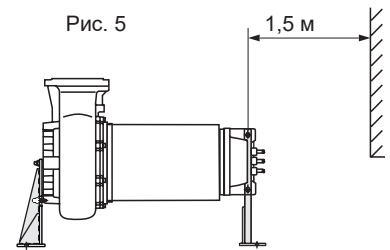

Рис. 5
- 2 - Электронасос установлен с горизонтальной осью ротора на специальных опорах и с напорным патрубком, направленным вверх (рис. 5). Установите насос в вертикальное положение. Снимите ручку и установите ее в другом положении. Поднимите насос и закрепите кронштейн на гидравлической стороне с помощью 3 прилагаемых винтов. Опустите насос, пока он не коснется пола. Снимите ручку. Установите кронштейн со стороны двигателя, используя те же болты, которые использовались для крепления ручки. Закрутите болт, входящий в комплект, в одно из 2 свободных отверстий кронштейна со стороны двигателя. Закрепите его сначала в одном отверстии и попробуйте поднять насос, определив, которое из двух отверстий использовать для установки электронасоса; при необходимости используйте другое отверстие. Удерживайте насос в центре тяжести с помощью лебедки. Для перемещения электрического насоса, когда он находится в горизонтальном положении, используйте свободное отверстие в кронштейне со стороны двигателя и прилагаемый рым-болт, закрепленный на нагнетательном патрубке. При выполнении операций с лебедкой держитесь на расстоянии от машины не менее 1,5 м. При обоих способах установки необходимо обеспечить пространство не менее 1,5 м со стороны кожуха двигателя и возможность выравнивания питающих кабелей электронасоса в этом направлении, чтобы обеспечить возможность демонтажа рубашки охлаждения для текущего обслуживания или осмотра. При использовании в сухих помещениях целесообразно предусмотреть устройство сигнализации при возможном затоплении камеры из-за поломки или выхода из строя самого электронасоса или гидравлического элемента системы. В случае возникновения такого события машина не будет источником опасности и не получит повреждений.